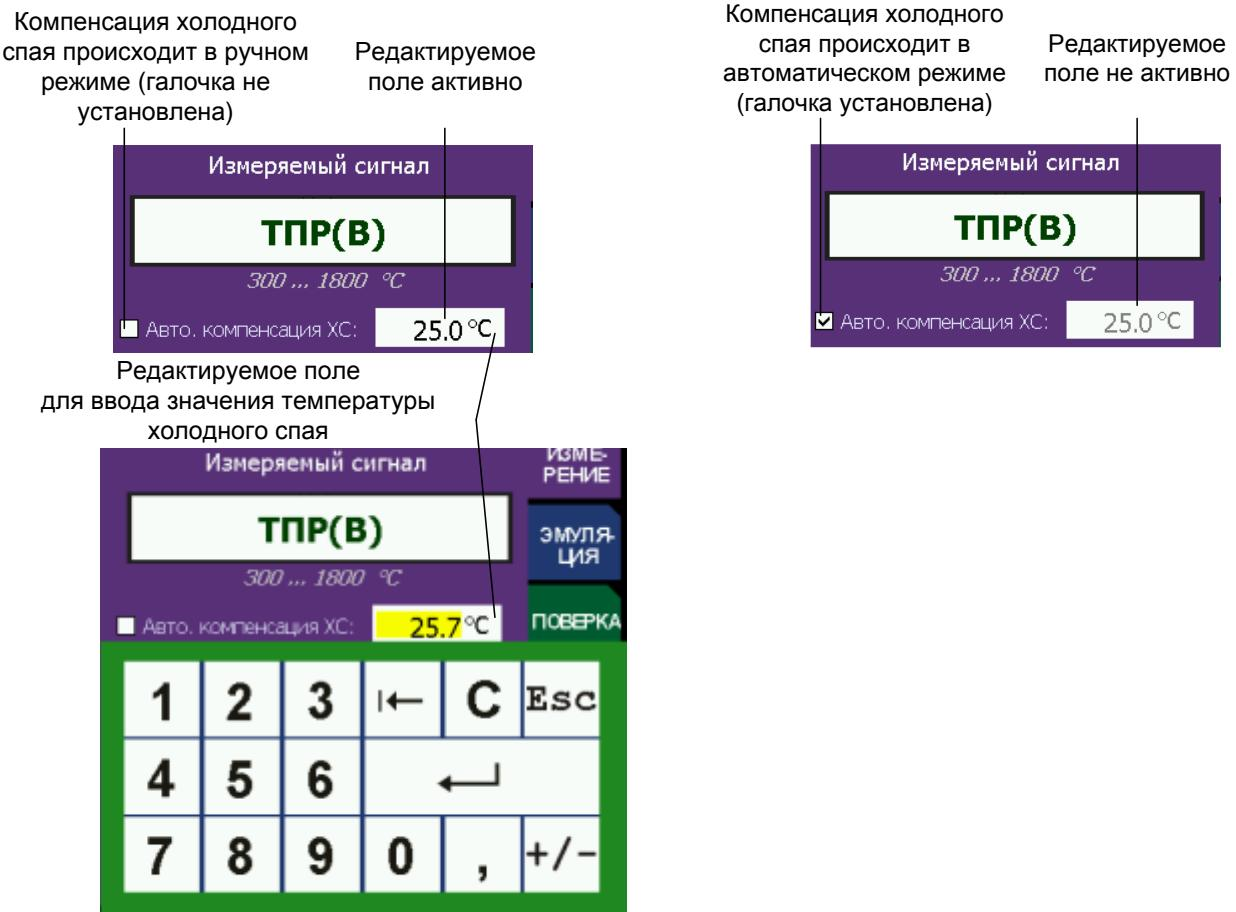

Рисунок 2.15
- ручной (галочка не установлена), при этом пользователю предлагается ввести значение температуры в соответствующее редактируемое поле (см. рисунок 2.15);
- автоматической (галочка установлена), при этом редактируемое поле для ввода значения температуры не активно (см. рисунок 2.15).
При подключении к ИКСУ-2012 одного из кабелей «КИ2012К» или «КИ2012Л» из прилагаемого комплекта, в разъем которого встроен компенсатор холодного спая Pt100, необходимо выбрать автоматический тип компенсации холодного спая. В этом случае компенсация холодного спая в процессе измерений будет осуществляться прибором автоматически. Если кабели «КИ2012К», «КИ2012Л» не используются, то необходимо выбрать ручной тип компенсации холодного спая, затем произвести измерение температуры холодного спая с погрешностью, не превышающей предела допускаемой основной погрешности для данного типа ТП, и ввести измеренное значение t_0 в соответствующее редактируемое поле (см. рисунок 2.15, п. 2.7.5).